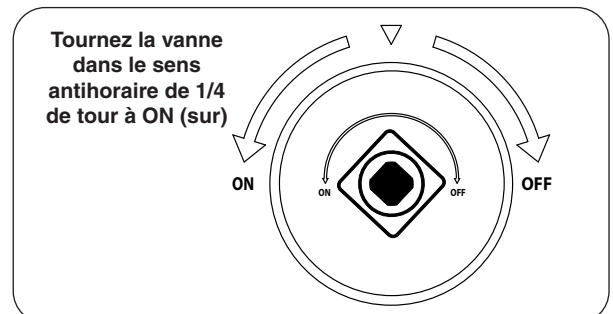

Fig. 46-2 SUR/ÉTEINDRE vanne clé détail
2. Tournez la SUR/ÉTEINDRE vanne clé de la hauteur dans le sens antihoraire de 1/4 de tour à la position **ON** (sur) (Fig. 46-2).